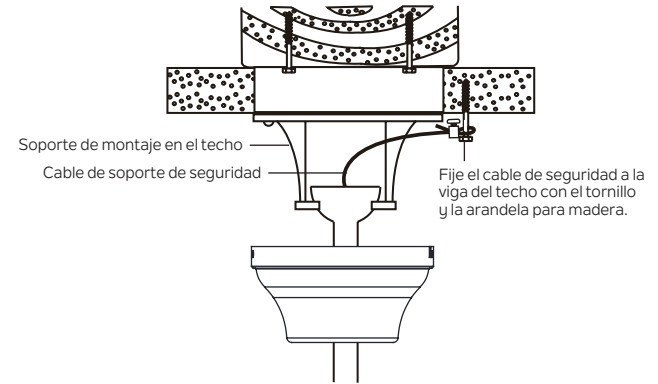

Figura 12
**Paso 1.** Fije el tornillo para madera y la arandela proporcionados a la viga del techo junto al soporte de montaje, pero no los apriete. **(Figura 12)**